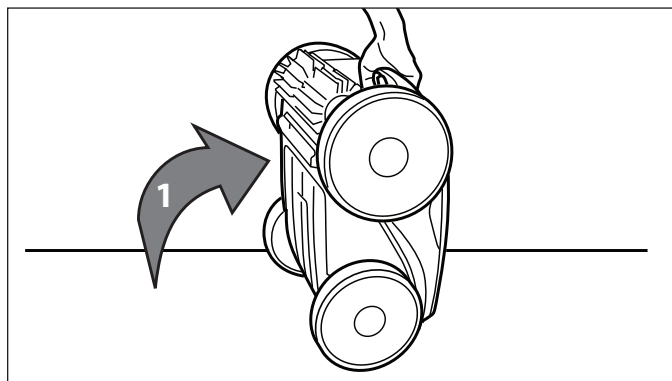

Figure 30. Nettoyer l'appareil en position debout
1. Soulever le nettoyeur en position verticale de sorte que la poignée soit vers le haut. Se référer à la Figure 30.